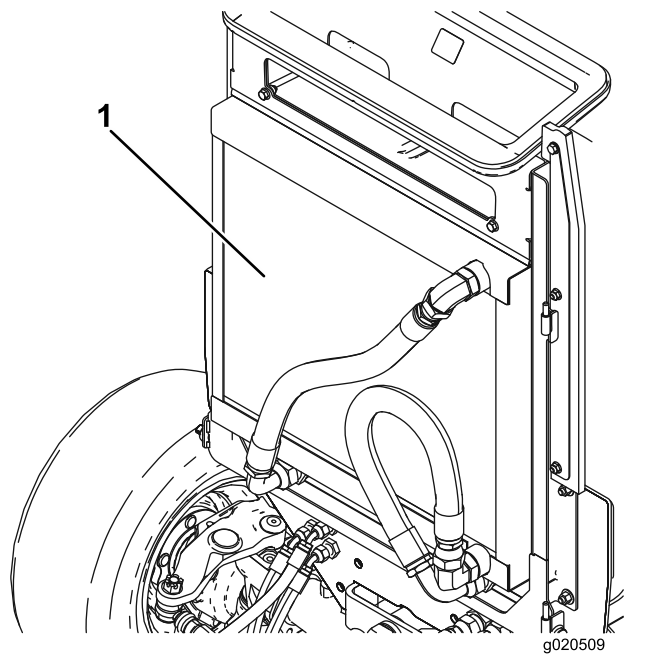

Figura 92
3. Limpe os dois lados do dispositivo de arrefecimento de óleo e o radiador com ar comprimido (Figura 92).